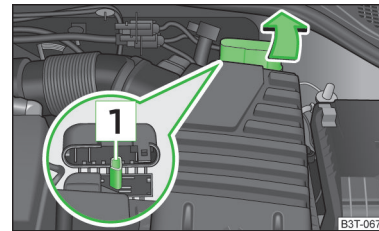

Abb. 184
Bei Fahrzeugen mit der Fahrzeugbatterie im Gepäckraum kann der Pluspol der stromgebenden Batterie mit einem Starthilfekabel nur an den Starthilfekpunkt im Motorraum des zu startenden Fahrzeugs angeschlossen werden » Abb. 184.
- › Die Schutzkappe des Starthilfekpunkts in Pfeilrichtung aufklappen » Abb. 184.